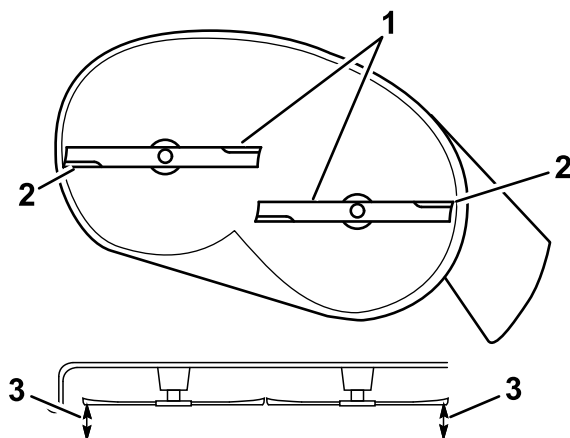

Figura 66
5. Misurate la distanza tra i taglienti esterni e la superficie piana (Figura 66).